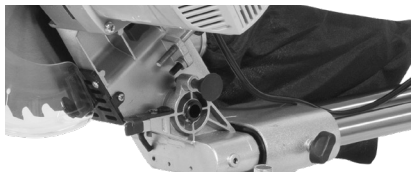

Fig. 7 – Procedimiento para levantar el cabezote
2. Al mismo tiempo tirar el pin traba (20); (Fig. 7);